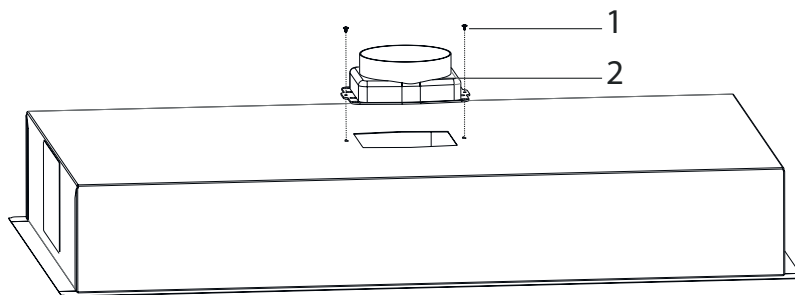

Fig. 8
4. ➡ Sätt fast utsugsstosen på ovansidan av fläkten och fäst den med 2 X 3.5X9.5 skruvar (Fig. 8).